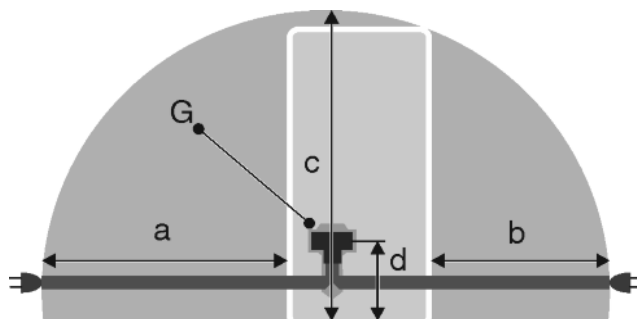

Fig. 23
- Розетка знаходиться за межами зони задньої стінки пристрою у заданому діапазоні Fig. 23 (a, b, c).
- ▶ Штекер пристрою Fig. 23 (G) вставити на задній стінці пристрою. Слід звернути увагу на належну фіксацію.